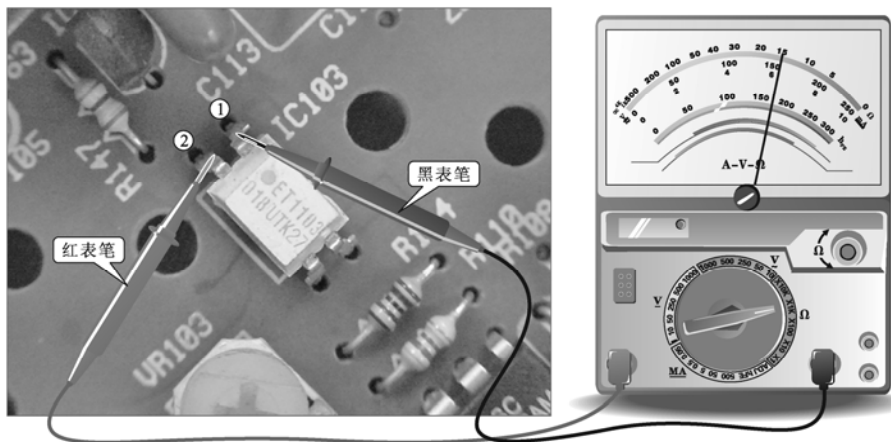

图 3-54 测量光电耦合器 IC103 上方的引脚
接下来，将万用表的红、黑表笔接到光电耦合器 IC103①、②脚，测得这两个引脚的正向阻抗值约为  $15\text{ k}\Omega$ ，具体操作如图 3-54 所示。